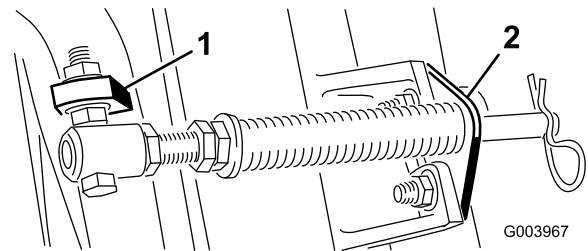

Figure 6
- C. Montez la vis du tube de ressort sur la patte opposée du bâti porteur et fixez-la en position avec l'écrou à embase. La tête de la vis doit être à l'extérieur de la patte, comme illustré à la Figure 6.
- D. Montez le support de tige sur les pattes du plateau de coupe à l'aide des boulons de carrosserie et des écrous (Figure 6).